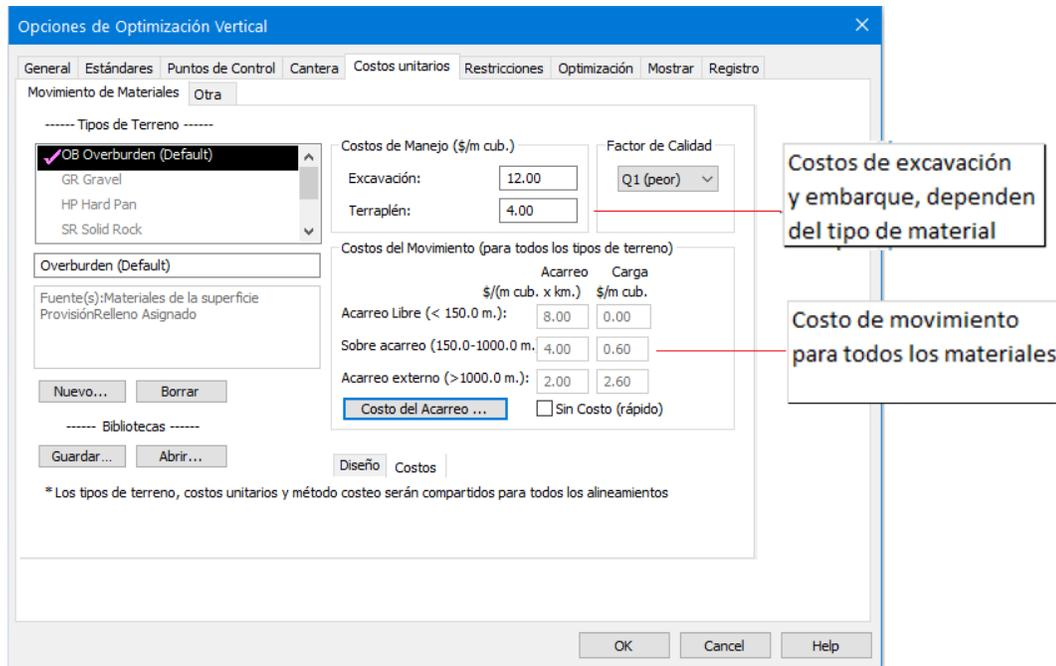

Figura 10-3: Parámetros de Costos
- Haga clic en el botón  al lado de *Alineamiento horizontal 1** para ver los alineamientos asociados con el Alineamiento Horizontal padre (como se muestra en la figura 10-3 abajo).